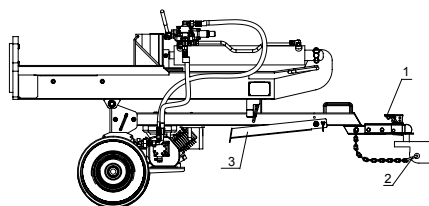

Figure 14
3. Tournez la jambe avant vers le haut et faites glisser la goupille de verrouillage. (See fig. 14)